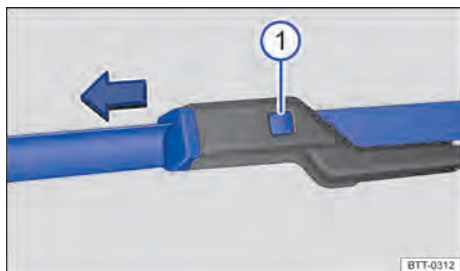

Fig. 160 Sustituir las escobillas de los limpiaparabrisas.
- Mantenga la tecla de desbloqueo → **fig. 160** ⓘ pulsada y, al mismo tiempo, retire la escobilla de los limpiaparabrisas en el sentido de la flecha.